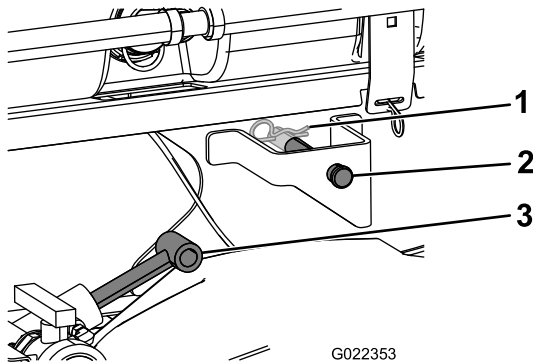

**Figura 9**
- Usando una grúa, eleve el conjunto del patín del depósito (Figura 9) y colóquelo sobre el bastidor del vehículo con los conjuntos de bomba y válvula hacia atrás.